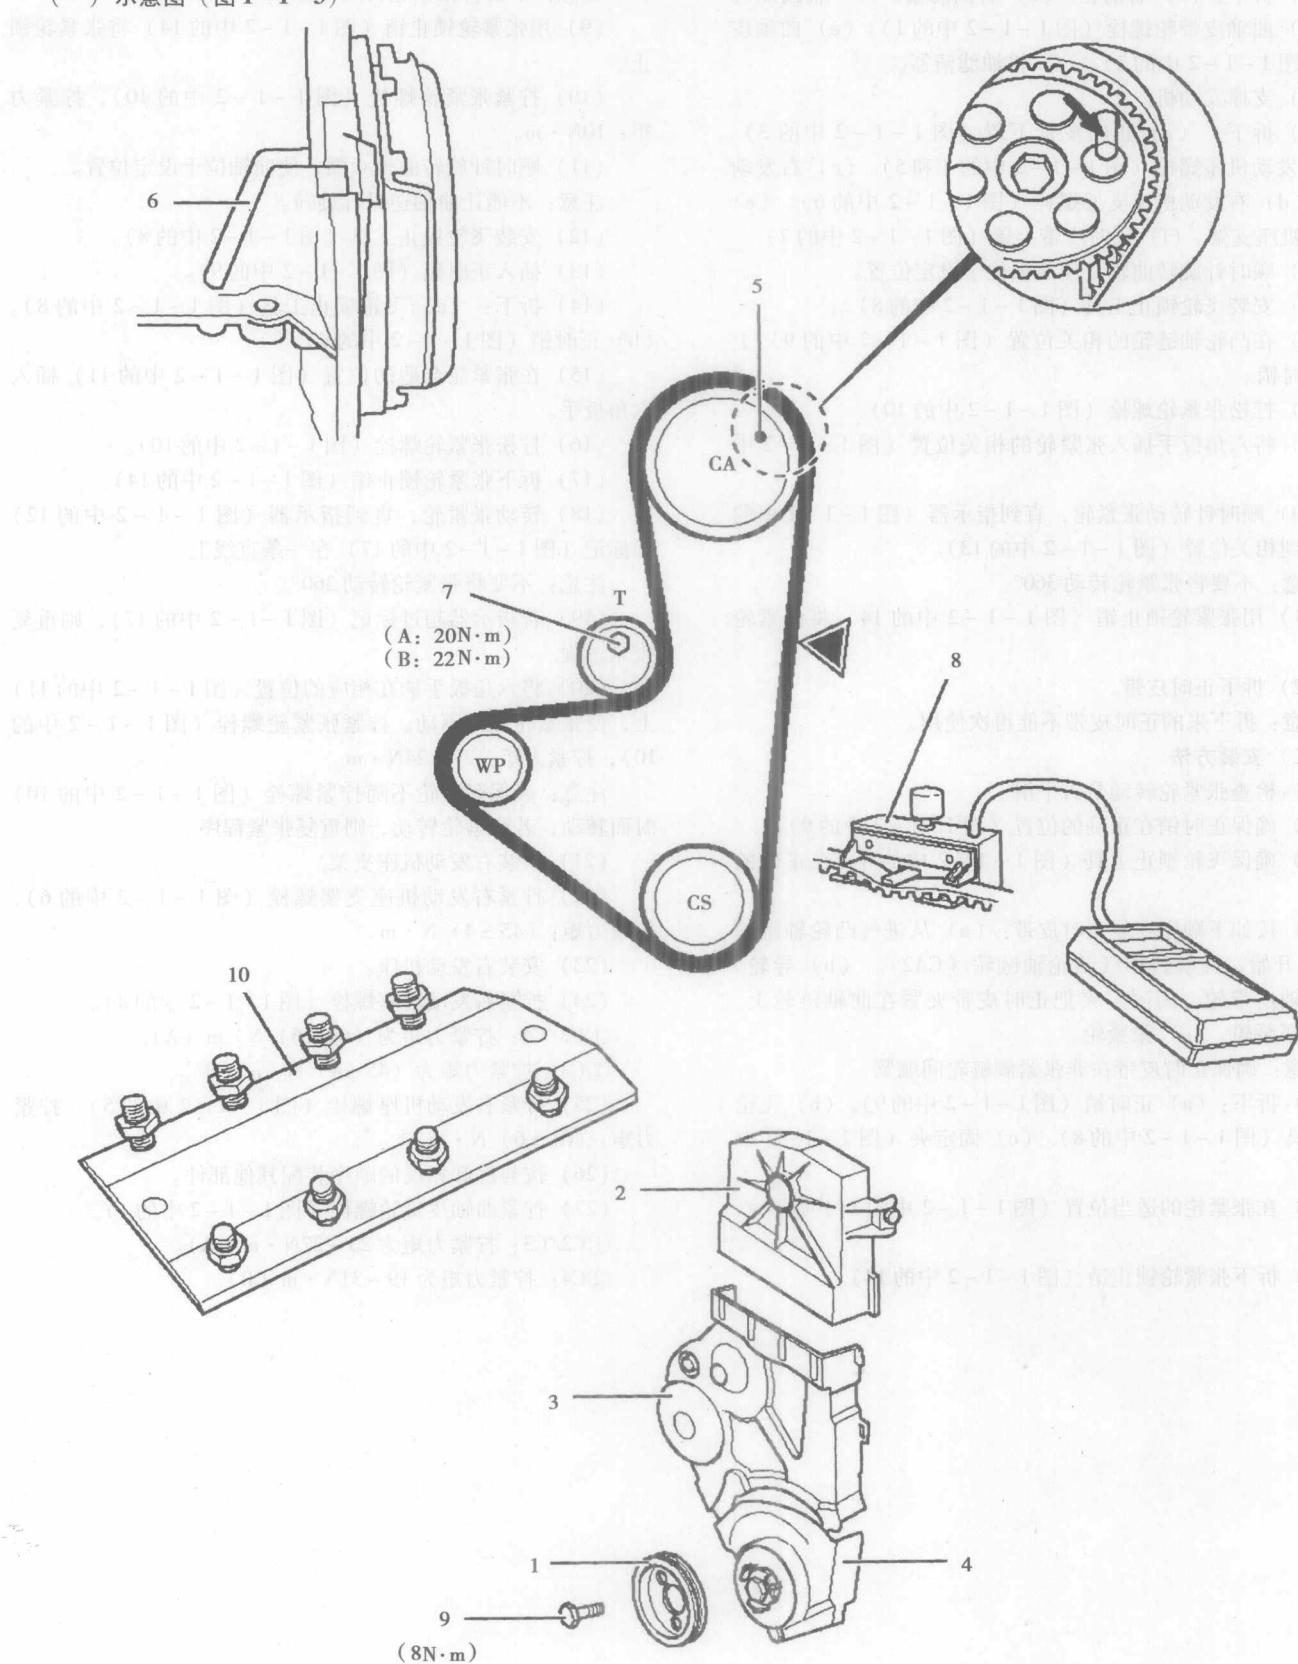

图 1-1-3 示意图
- (1) 将车身前端举起并支撑好。
- (2) 拆下: (a) 右前轮。 (b) 右边内侧翼子板 (ZX/Xsara)。 (c) 辅助驱动带。 (d) 曲轴皮带轮 (图 1-1-3 中的 1, 有 3 个螺栓)。 (e) 正时皮带罩 (图 1-1-3 中的 2、3 和 4)。
- (3) 顺时针旋转曲轴, 使曲轴位于设定位置。
- (4) 在凸轮轴链轮的相关位置 (图 1-1-3 中的 5) 插入正时销。
- (5) 在飞轮的相关位置 (图 1-1-3 中的 6) 插入正时销。
- (6) 拧松张紧器螺母 (图 1-1-3 中的 7), 松开皮带, 轻轻拧下螺母。
- (7) 拆下正时皮带。
- (1) 确保正时销位于适当的位置 (图 1-1-3 中的 5 和 6)。
- (2) 按如下顺序安装正时皮带: (a) 曲轴链轮。 (b) 凸轮轴链轮。 (c) 水泵链轮。 (d) 张紧轮。
- (3) 拧松张紧器螺母 (图 1-1-3 中的 7)。
- (4) 逆时针转动张紧器, 绷紧正时皮带。
- (5) 拧紧张紧器螺母 (图 1-1-3 中的 7)。
- (6) 拆下正时销 (图 1-1-3 中的 5 和 6)。
- (7) 将张力计 (图 1-1-3 中的 8) 安装在正时皮带处。
- (8) 拧松张紧器螺母 (图 1-1-3 中的 7)。
- (9) 逆时针转动张紧器, 直到张力计显示: (45 ± 3) 个单位。
- (10) 拧紧张紧器螺母 (图 1-1-3 中的 7)。
- (11) 拆下张力计 (图 1-1-3 中的 8)。
- (12) 顺时针旋转曲轴 4 圈, 使曲轴到设定位置。
- (13) 确保正时销能插入正确的位置 (图 1-1-3 中的 5 和 6)。
- (14) 拧松张紧器螺母 (图 1-1-3 中的 7)。
- (15) 稍微释放正时皮带张力。
- (16) 将张力计 (图 1-1-3 中的 8) 安装到正时皮带处。
- (17) 逆时针转动张紧器并且绷紧正时皮带。新正时皮带: (41 ± 3) 个单位。旧正时皮带: (35 ± 3) 个单位。
- (18) 拧紧张紧器螺母 (图 1-1-3 中的 7)。拧紧力矩: $22N \cdot m$ (B)。
- (19) 拆下张力计 (图 1-1-3 中的 8)。
- (20) 顺时针旋转曲轴两圈, 使曲轴位于设定位置。
- (21) 确保正时销能插入到飞轮的适当位置 (图 1-1-3 中的 6)。
- (22) 将张力计 (图 1-1-3 中的 8) 安装到正时皮带处。
- (23) 查看张力计读数。新正时皮带: (51 ± 3) 个单位。旧正时皮带: (45 ± 3) 个单位。